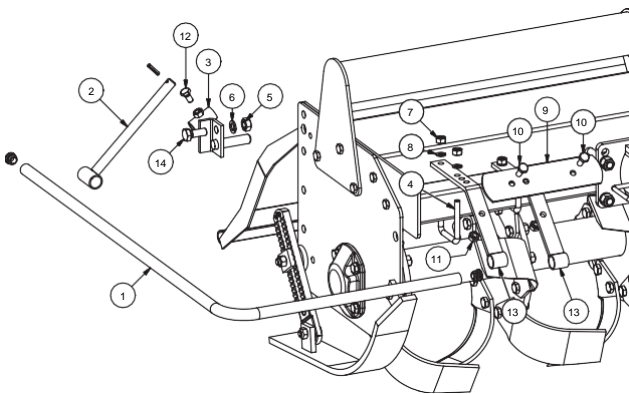

FIG. 10
1. Montera bakre stödet (3, fig. 10) med skruv (14), mutter (5) och bricka (6).
2. Skjut in stödet (2) och säkra det på plats med skruven (12).
3. Skjut in skyddsrorets längsta sida (1) i bakre stödet (2) och skjut in de främre stöden (13) i skyddsroret (1).
4. Montera de främre stöden på maskinens främre balk med U-krampor (4), muttrar (7) och brickor (8).
6. Montera plattan (9) på de främre stöden (13) med hjälp av skruvar (10) och muttrar (11). Dra inte fast muttrarna ännu.
7. Skjut upp de främre stöden (13) på skyddsroret och placera den yttre U-krampan (4) 50 mm från maskinens sida.
8. Dra åt muttrarna (7).
9. Dra åt skruvarna (10).